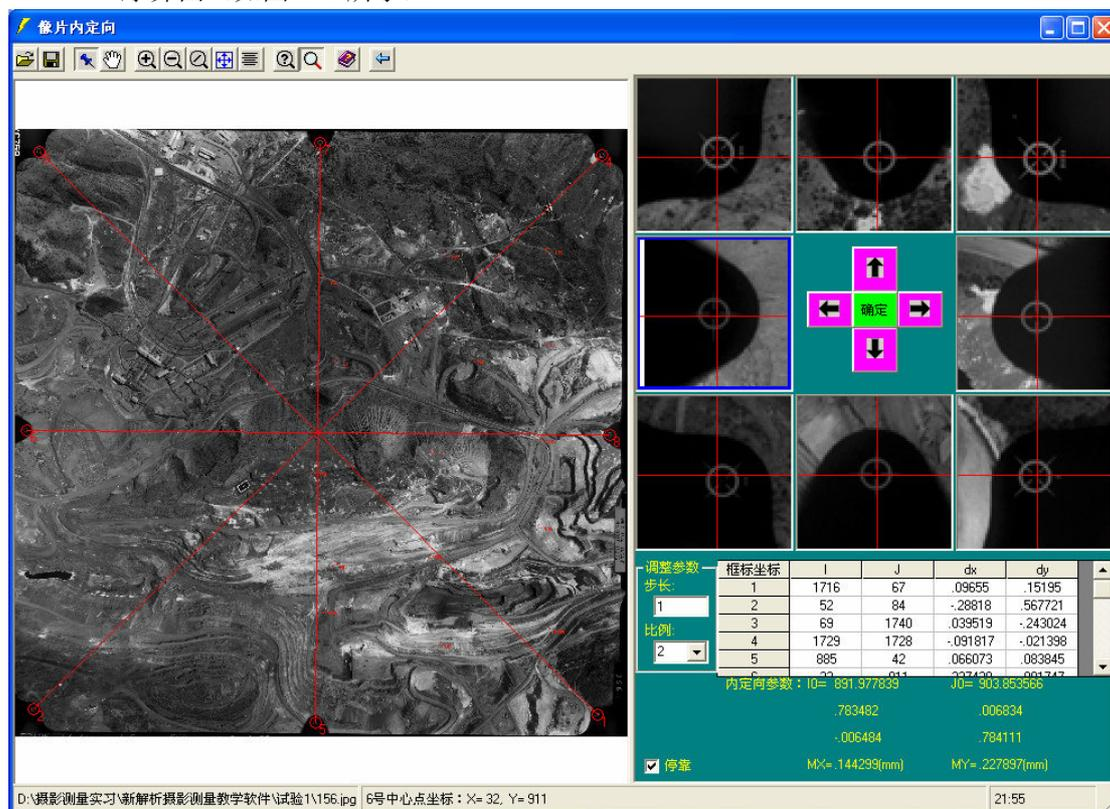

图 1-1 像片内定向界面
(1) 内定向（左右像片分别进行）
- 在系统主界面下点击【像片坐标量测】→【内定向】，即出现“像片内定向”程序界面（如图 1-1 所示）。